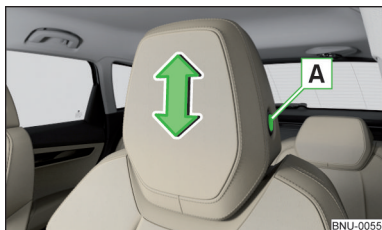

Fig. 89
► Pentru **reglarea pe înălțime**, mențineți apăsat butonul de siguranță **A** și deplasați tetiera în direcția dorită » fig. 89.